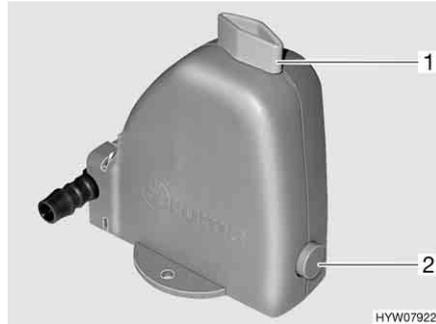

Bild 222 Sicherheits-/Ablassventil des Boilers
Der Boiler ist mit einem Sicherheits-/Ablassventil (Bild 222) ausgestattet. Das Sicherheits-/Ablassventil verhindert, dass das Wasser im Boiler einfriert, wenn bei Frost die Heizung nicht eingeschaltet ist.
- Sicherheits-/Ablassventil schließen. Dazu den Drehknopf (Bild 222,1) quer zum Sicherheits-/Ablassventil drehen und den Druckknopf (Bild 222,2) hineindrücken.
- Sicherheits-/Ablassventil öffnen. Dazu den Drehknopf (Bild 222,1) längs zum Sicherheits-/Ablassventil drehen. Der Druckknopf (Bild 222,2) springt heraus. Der Boiler wird über das Sicherheits-/Ablassventil nach außen entleert.